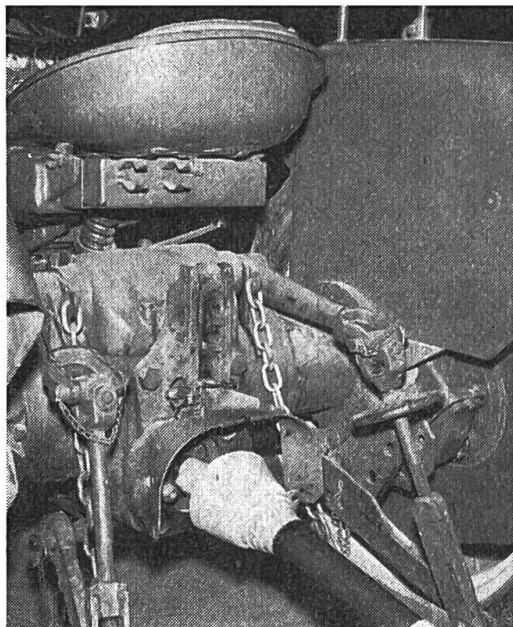

Abb. 1b
gestecktes Kreuzgelenk, eine ständige Gefahr bildete. Ueber dem Stummel hätte ein Schutzschild nach Abbildung 1b vorhanden sein müssen.
-topf (Abb. 1b, 3, 4a, 4b und 5a) aufweisen, die das